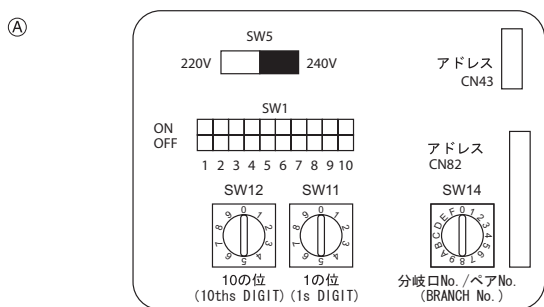

Fig. 5-5
- ③ Беспроводной пульт дистанционного управления (в случае установки приемника беспроводных сигналов)
5.5. Установка адресов (Fig. 5-5)